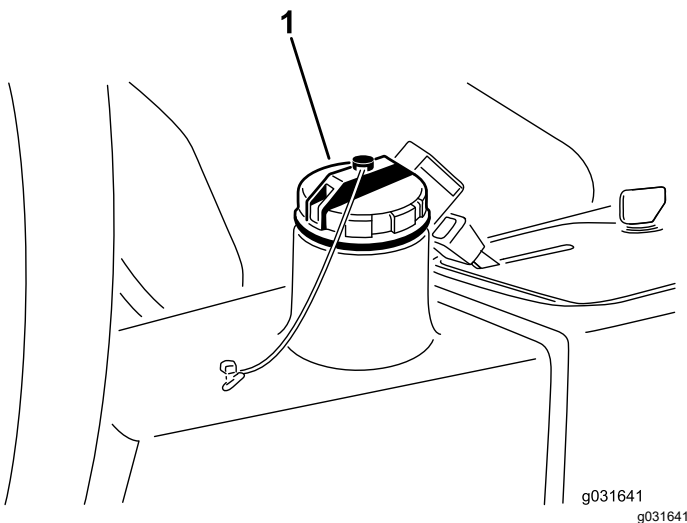

Bild 66
4. Füllen Sie den Behälter (Bild 66) mit ca. 13,2 Liter Hydrauliköl, siehe Hydrauliköl – technische Angaben \(Seite 57\) und Prüfen des Hydraulikölstands \(Seite 58\).